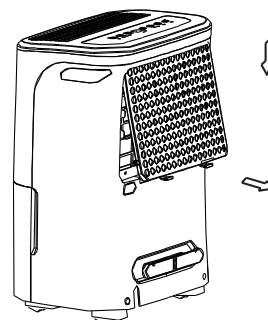

Figure 8
- Saisissez la languette du filtre et tirez-la vers le haut, puis tirez-la comme indiqué à la Figure 8.